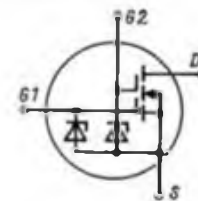

Bild 1: Schaltbild SM 200
- Der SM 200 (Bild 1, 2) besteht aus zwei in Kaskade geschalteten Trioden in DMOS-Technologie.